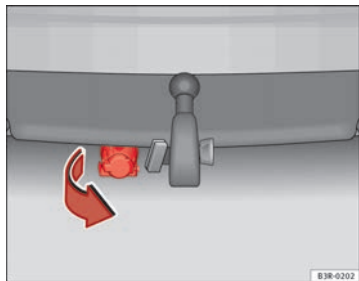

Abb. 169 Stoßfänger hinten: Anhängersteckdose nach unten schwenken
- Klappen Sie die Steckdose unter dem Stoßfänger nach unten, um die Kabel des Anhängers anzuschließen ⇒ Abb. 169.